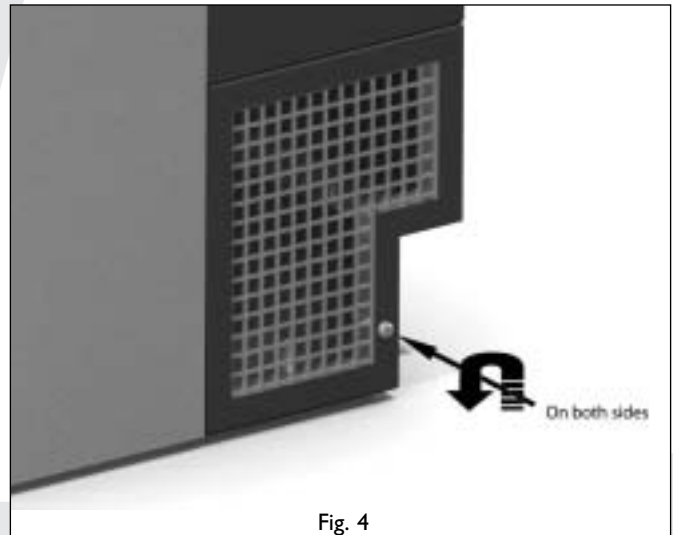

Fig. 4
- Dévissez les vis de chaque côté de l'enveloppe extérieure (voir la fig. 4) ;